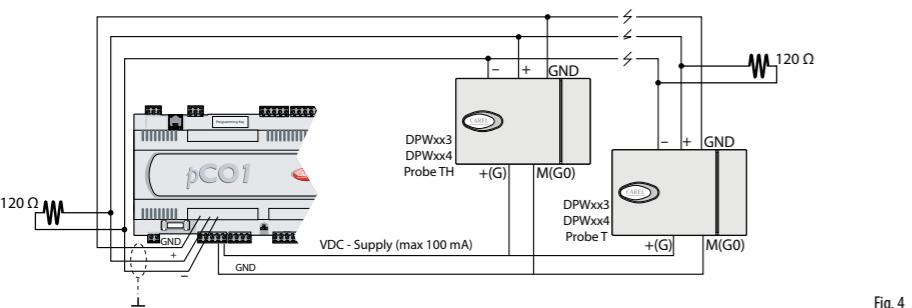
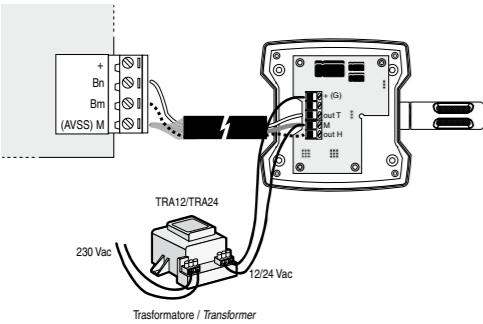

Fig. 4
Fig. 5
- è da prevedere un isolamento principale rispetto all'alimentazione di rete per il controllo a cui la sonda è collegata. Per evitare errori dovuti alla corrente di alimentazione si può utilizzare una alimentazione supplementare da un trasformatore esterno (fig. 5 cod. trasformatore TRA12VDE00 o TRA2400001).
- per ridurre i disturbi di alimentazione (con versioni NON optoisolate) si può utilizzare una alimentazione supplementare da trasformatore esterno (vedi es. fig. 5 con codice trasformatore TRA12VDE00 o TRA2400001). Il trasformatore non deve essere collegato a terra e può essere posizionato dentro il quadro del regolatore, eliminando così i disturbi di alimentazione. Nel caso l'applicazione richieda più sonde seriali, deve essere previsto un trasformatore per ogni sonda. Facendo questo, la distanza max di collegamento può essere di 100m (fig. 4) tra sonde e 500m in totale.
- per installazioni solo con versioni Optoisolate con un numero elevato di sonde (> 5 unità) si consiglia di prevedere un unico trasformatore da quadro elettrico di potenza adeguata per alimentare tutte le sonde presenti. In questo caso il secondario (G-GO) può prevedere la connessione a terra (GO).
- il faut prévoir une isolation principale par rapport à l'alimentation de réseau pour le contrôle auquel la sonde est reliée. Pour éviter les erreurs dues au courant d'alimentation, vous pouvez utiliser une alimentation supplémentaire fournie par un transformateur externe (fig. 5 code transformateur TRA12VDE00 ou TRA2400001).
- pour réduire les interférences d'alimentation (avec versions NON optoisolées), vous pouvez utiliser une alimentation supplémentaire par transformateur externe (voir ex. fig. 5 avec code transformateur TRA12VDE00 ou TRA2400001). Le transformateur ne doit pas être connecté à la terre et peut être installé à l'intérieur du tableau du régulateur, en éliminant ainsi les interférences d'alimentation. Dans le cas où l'application requiert plusieurs sondes série, il faut prévoir un transformateur pour chaque sonde. de cette façon, la distance max. de branchement peut être de 100m (fig. 4) entre sondes et de 500m au total.